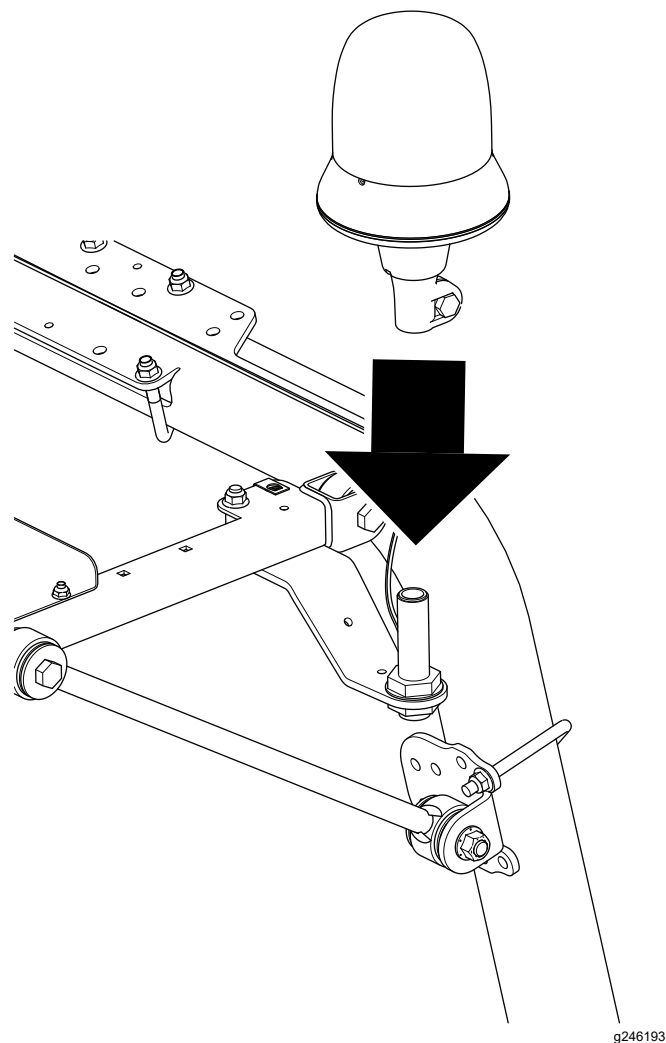

図 9
6. ビーコンをソケットに接続し、蝶ナットで固定する図 9。